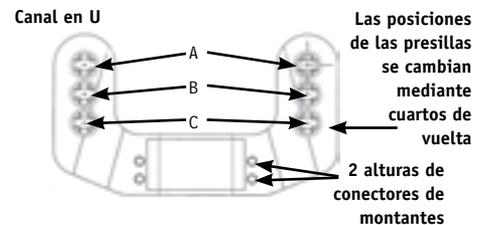

Figura 1
3. Extraiga el "canal en U" de color negro (Figura 1) del forro interior negro. Hay un "canal en U" en la parte frontal del casco y otro en la parte posterior.